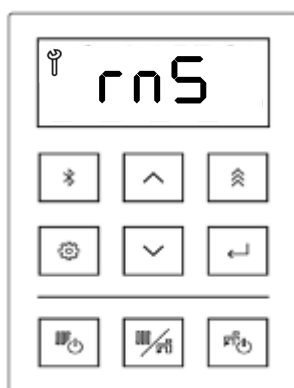

Figure 150
17. Après 60 minutes de rinçage, l'écran affiche « rnS » (rinçage) (figure 150) et un signal sonore retentit.